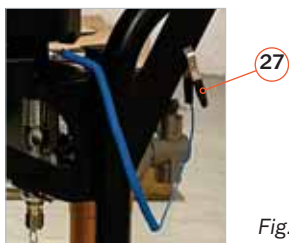

Fig.5
- 27** Câble de masse (Fig. 5)